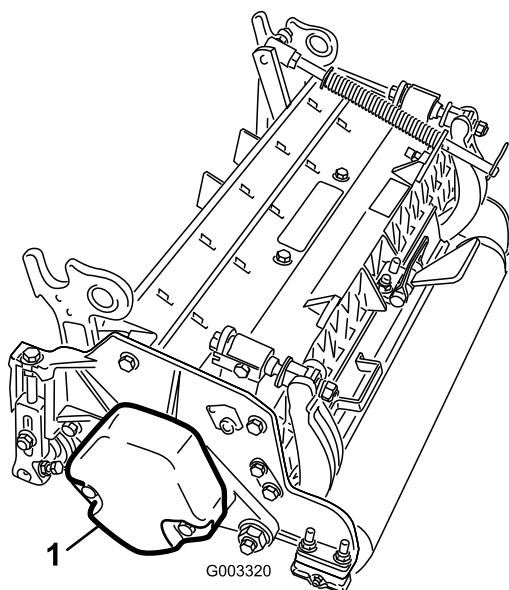

Рисунок 5
3. Убедитесь, что противовес (Рисунок 5) установлен на соответствующем конце режущего блока, как описано в *Руководстве по эксплуатации* режущего блока.